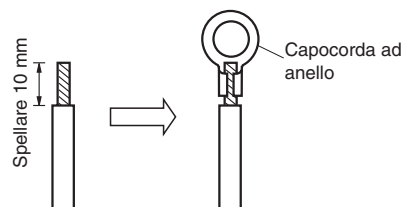
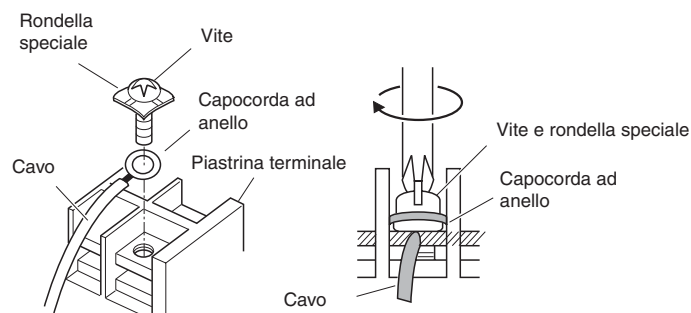

Fig. 5-5
Fig. 5-6
- (1) Tagliare l'estremità del cavo, quindi togliere l'isolamento ed esporre circa 10 mm del cavo a treccia, quindi ritorcere quanto più strette possibile le estremità del cavo. (Fig. 5-5)
- (2) Usando un cacciavite a stella, rimuovere le viti dalla morsettiera.
- (3) Usando pinze o un attrezzo apposito, fissare in modo sicuro ogni estremità del cavo esposto con un capocorda ad anello.
- (4) Collocare in posizione il capocorda: riposizionare e serrare la vite del terminale con un cacciavite. (Fig. 5-6)